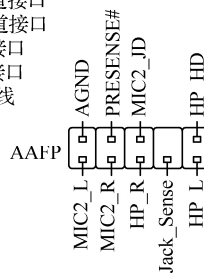

图 2-38 音频信号线的连接
③音频信号线的连接。HD Audio 音频信号为双排，10 线接口，一般前面板 9 根音频线都放在一个 10 芯防呆插头里，按主板说明，把这个接头插到主板的音频信号插座上即可，如图 2-38 所示。